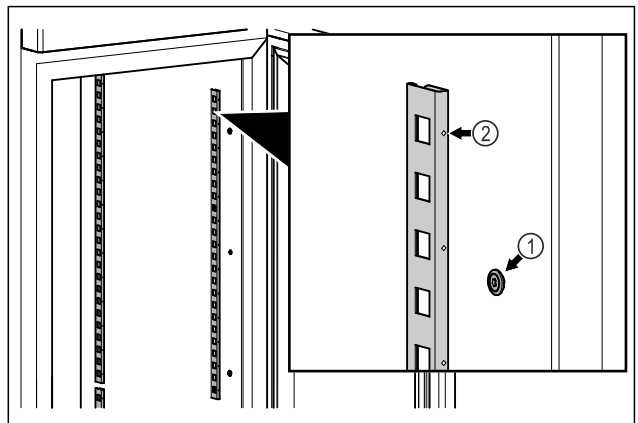

Fig. 48 Eksempelfremstilling
- ▶ Hekt sperrelistene inn i opphenget Fig. 48 (1). Merkingen Fig. 48 (2) må peke fremover.